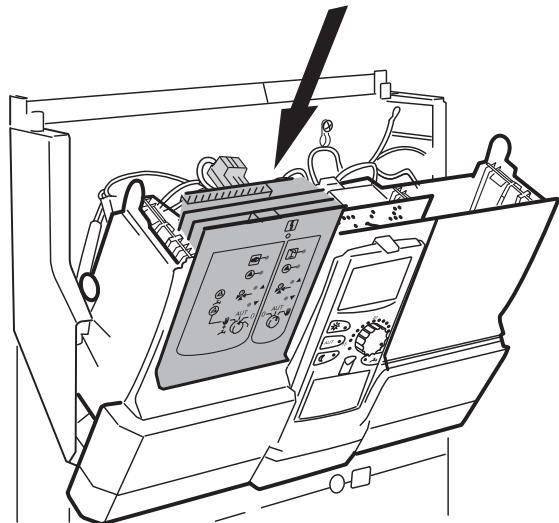

Рис. 6 Установка модуля
- ▶ Вставьте новый модуль до ощутимого защелкивания сверху в свободное гнездо, нажимая на планку датчиков (→ рис. 6, стр. 18).
- ▶ Вставьте новый модуль до ощущимого защелкивания сверху в свободное гнездо, нажимая на планку датчиков (→ рис. 6).